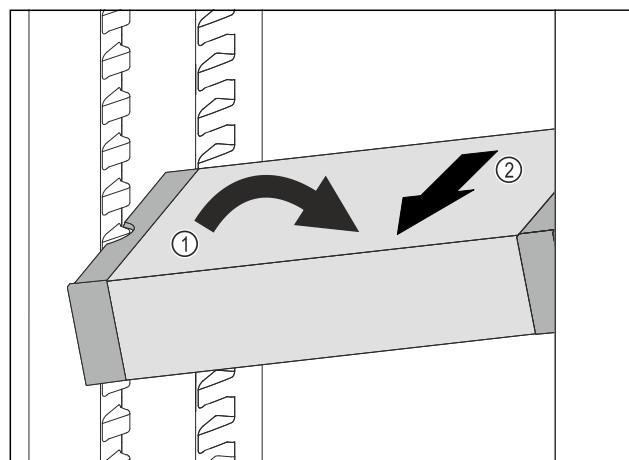

Fig. 97
- Расположите VarioSafe в холодильном отделении под наклоном. Fig. 97 (1)
- Извлеките VarioSafe движением вперед. Fig. 97 (2)